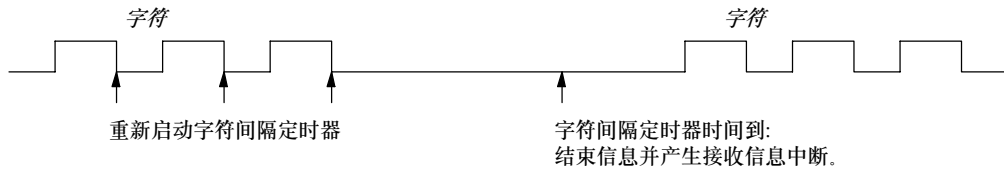

图6-12 使用字符间隔定时器来结束接收指令
2. **字符间隔定时器**：字符间隔时间是指从一个字符的结尾（停止位）到下一个字符的结尾（停止位）之间的时间。如果两个字符之间的时间间隔（包括第二个字符）超过了SMW92或者SMW192中指定的毫秒数，接收信息功能结束。接收到字符后，字符间隔定时器重新启动，见图6-12。